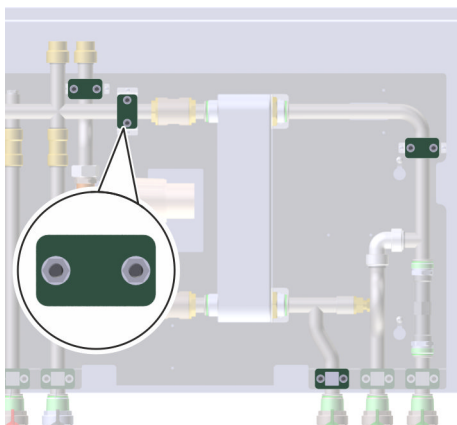

Abb. 84: Rohrbefestigungen lösen
3. ➔ Mit einem Innensechskantschlüssel alle Rohrbefestigungen (Abb. 84) der Rohre, die zum Wärmetauscher führen, anlösen.